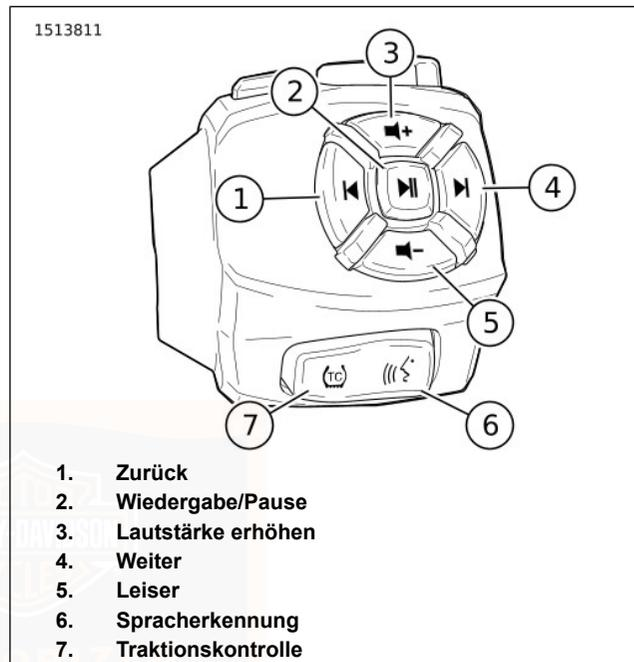

Abbildung 38. RHCM – unten
Siehe Abbildung 38. Die „Zurück“-Taste (1) drücken, um die vorherige Mediendatei auszuwählen.
Siehe Abbildung 38. Die „Weiter“-Taste (4) drücken, um die nächste Mediendatei auszuwählen.
Siehe Abbildung 38. Die „Wiedergabe/Pause“-Taste (2) drücken, um die aktuelle Mediendatei wiederzugeben oder anzuhalten.
Siehe Abbildung 38. Die „Lautstärke erhöhen“-Taste (3) drücken, um die Lautstärke zu erhöhen.
Siehe Abbildung 38. Die „Lautstärke verringern“-Taste (5) drücken, um die Lautstärke zu verringern.
Siehe Abbildung 38. Die Spracherkennungstaste (6) aktiviert die Spracherkennungsfunktionen an einem angeschlossenen Mobilgerät.
Siehe Abbildung 38. Die Traktionskontrolltaste (7) aktiviert und deaktiviert das Traktionskontrollsystem.
Siehe Abbildung 36 und Abbildung 38 .
Siehe Abbildung 38. Die Spracherkennung kann verwendet werden, um einen Anruf über IM vorzunehmen.
Siehe Abbildung 38. Der Spracherkennungsschalter (6) aktiviert Spracherkennungsfunktionen auf einem angeschlossenen Gerät (sofern unterstützt). Bei angeschlossenen Headset den Spracherkennungsschalter drücken. Sprechen Sie den gewünschten Befehl in das Mikrofon der Sprechgarnitur.